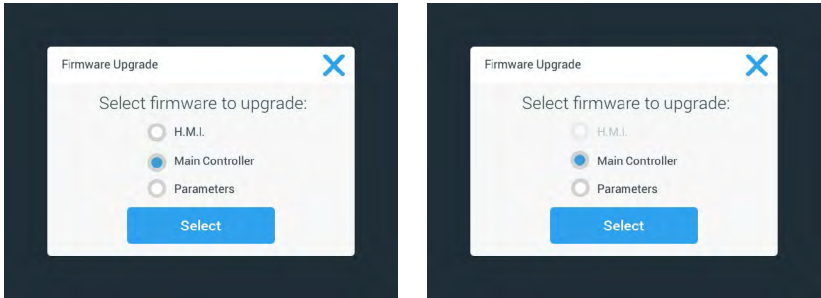

Figure 115 : Sélectionner le microprogramme à installer
11. Si un microprogramme doit être mis à niveau, la liste détaillée représentée sur la Figure 115 s'affiche sur l'écran Mise à niveau du microprogramme. Appuyer sur le microprogramme que vous souhaitez mettre à niveau.
**AVIS** Si vous sélectionnez l'option HMI dans la liste représentée sur la Figure 115 pour mettre à niveau le microprogramme de l'interface graphique uniquement, l'affichage de l'interface graphique ne répondra à aucune autre pression sur la zone active de l'écran tactile pendant une minute maximum après le démarrage de la mise à niveau du microprogramme. Veuillez ne pas éteindre l'agitateur pendant cette période, sinon la mise à niveau ne sera pas effectuée avec succès. L'agitateur redémarrera après un court instant, puis sera de nouveau prêt à être utilisé.
**AVIS** Si vous sélectionnez deux ou trois options dans la liste représentée sur la Figure 115 pour mettre à niveau plusieurs composants du microprogramme en une seule opération, l'agitateur ne doit pas être éteint à aucun moment pendant tout le processus de mise à niveau.